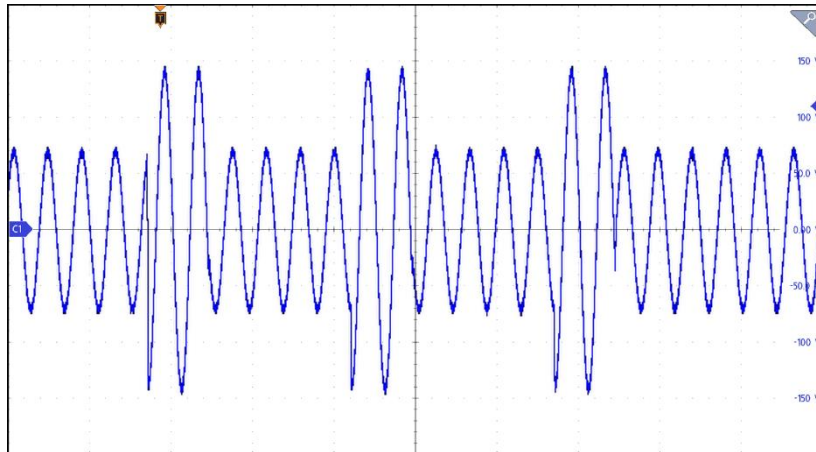

图 5-23 脉冲模式(Pulse)设定页面(第一相设定范例输出波形)
6. 设定参数后，点击首页键 ，先按下 OUTPUT ON 输出键后再点选  可触发输出，输出波形如图 5-23。